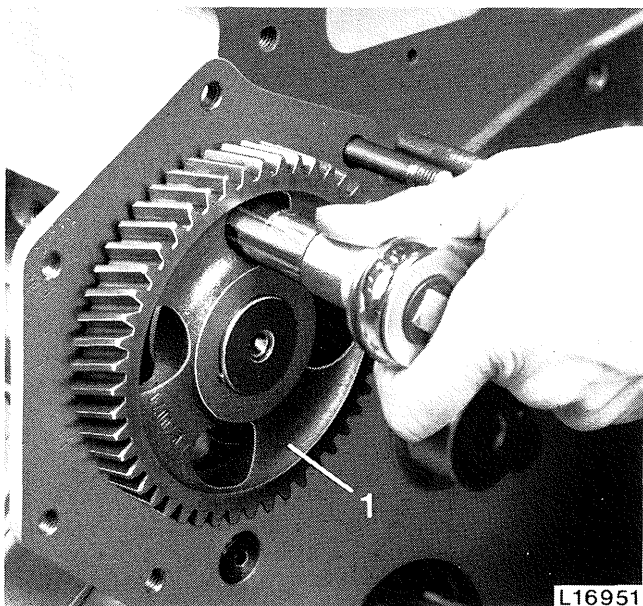

Fig. 9 — Dépose de la plaque de poussée de l'arbre à cames
4. Déposer la plaque de poussée placée derrière le pignon de l'arbre à cames (voir fig. 9).